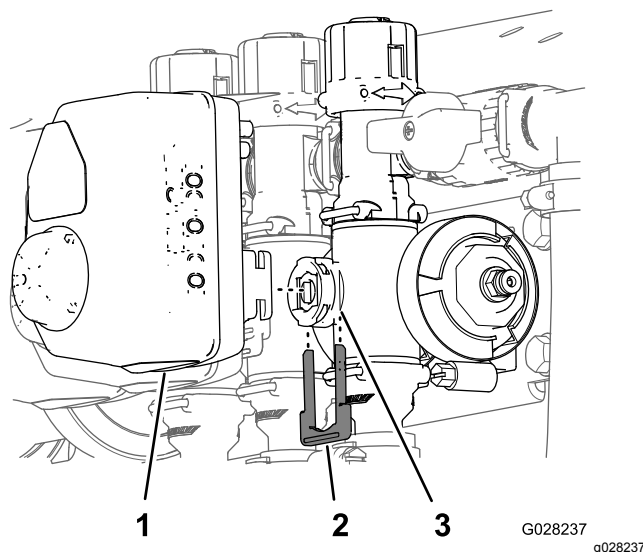

Figure 97
3. Retirez l'étrier qui fixe l'actionneur à la valve du collecteur pour le régulateur de débit, la vanne d'agitation, la vanne maîtresse des rampes ou la vanne de section de rampe (Figure 97).